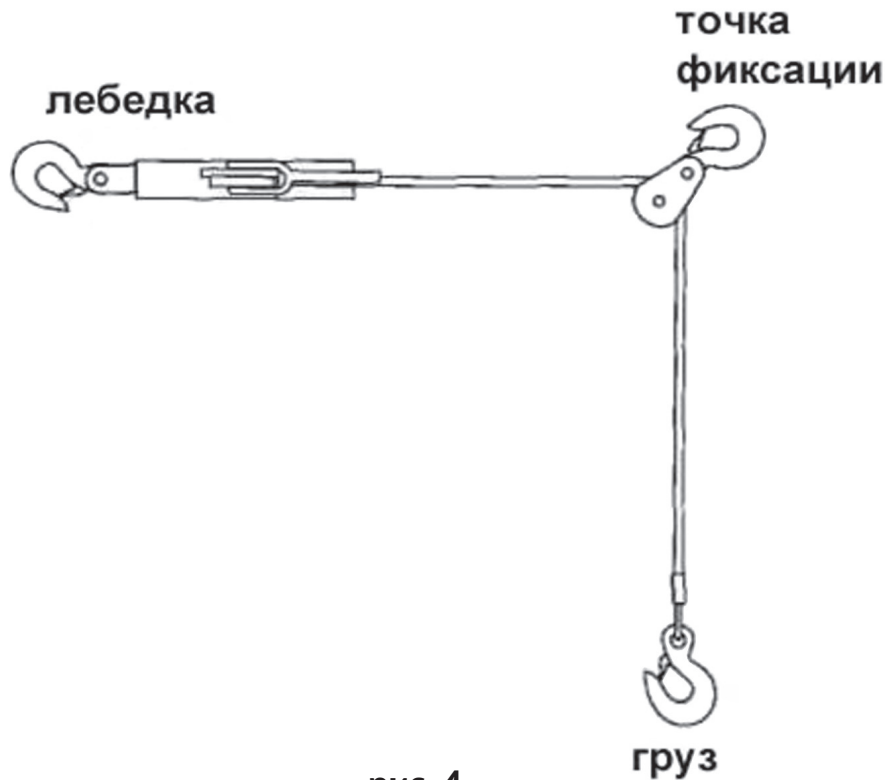

рис. 4
6.4.2 Крепление груза, находящегося не на одной линии с лебёдкой (см. рис.4):
При данной схеме перемещения груза, полиспаст должен быть надёжно закреплён в «точке фиксации», как показано на рис.4. Перемещение груза происходит так же, как описано в п.6.2.